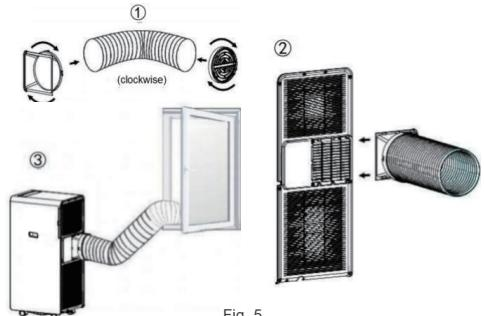

Fig. 5
- 3.Legen Sie das andere Ende des Abluftschlauchs auf das nahe Fensterbrett (siehe Abb. 5).
3. Put the other end of the exhaust hose to the near windowsill (see Fig.5).
- Placez l'autre extrémité du tuyau d'évacuation sur le rebord de la fenêtre à proximité (voir Fig. 5).
- Posizionate l'altra estremità del tubo di scarico sul davanzale della finestra vicino (vedi Fig. 5).
- Legen Sie das andere Ende des Abluftschlauchs auf das nahe Fensterbrett (siehe Abb. 5).
- Put the other end of the exhaust hose to the near windowsill (see Fig.5).
- Placez l'autre extrémité du tuyau d'évacuation sur le rebord de la fenêtre proche (voir Fig. 5).
- Posizionare l'altra estremità del tubo di scarico sul davanzale della finestra vicino (vedi Fig. 5).